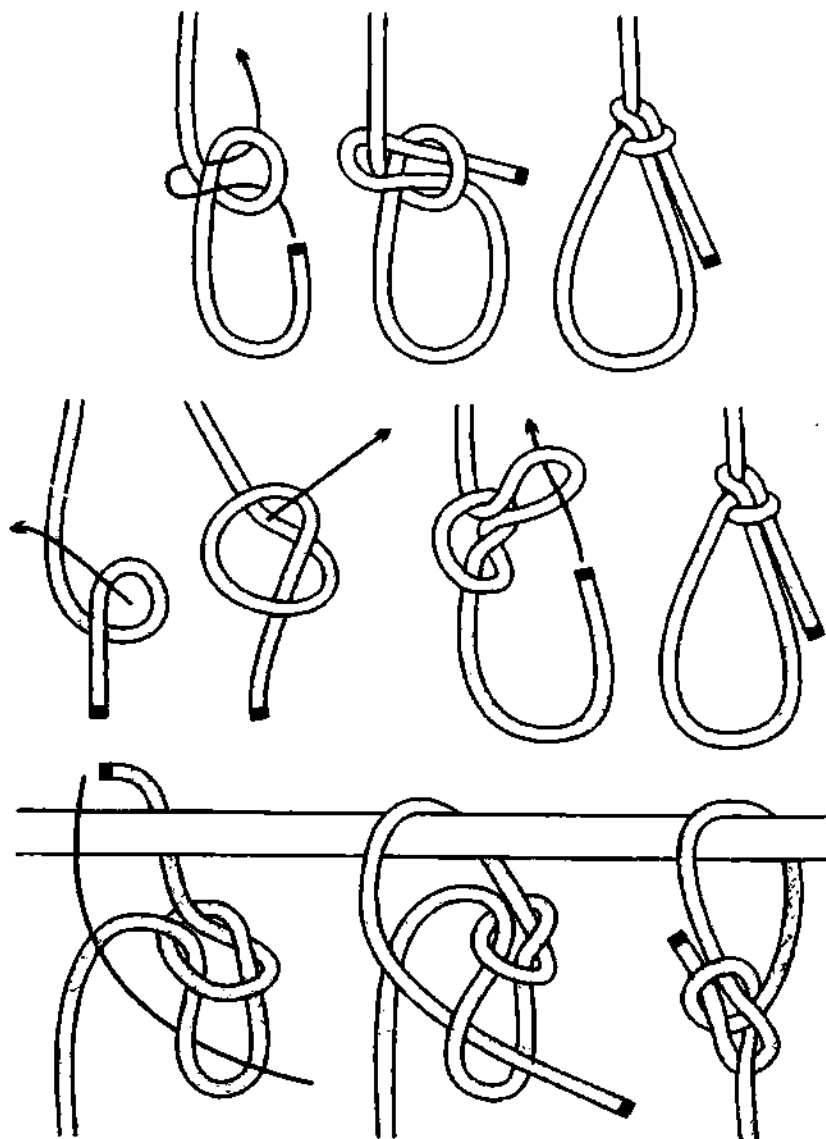

Рис. 302 Способы завязывания голландского беседочного узла.
**Голландский булинь** вяжется теми же способами, что и обычный булинь, но конец у него остаётся снаружи петли (рис. 302).